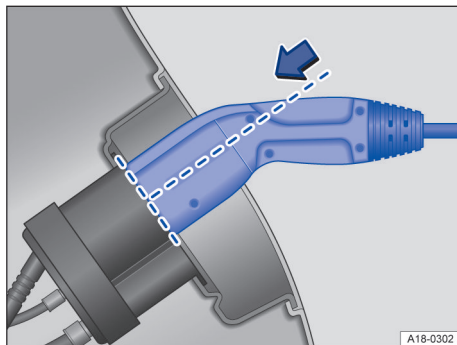

Fig. 162 Na tomada de carregamento: conector de carregamento totalmente encaixado (representação esquemática).
- Inserir o conector reto na tomada de carregamento. Verificar se o conector está totalmente encaixado → Fig. 162.